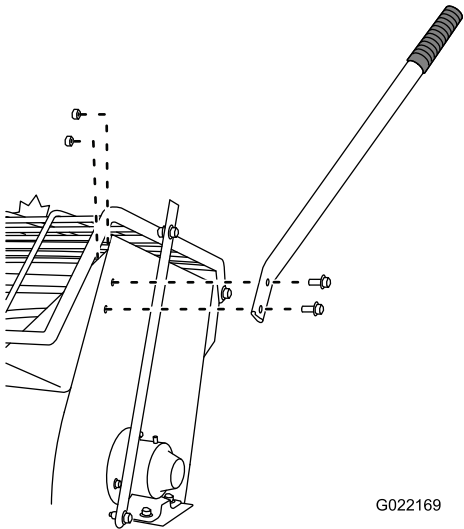
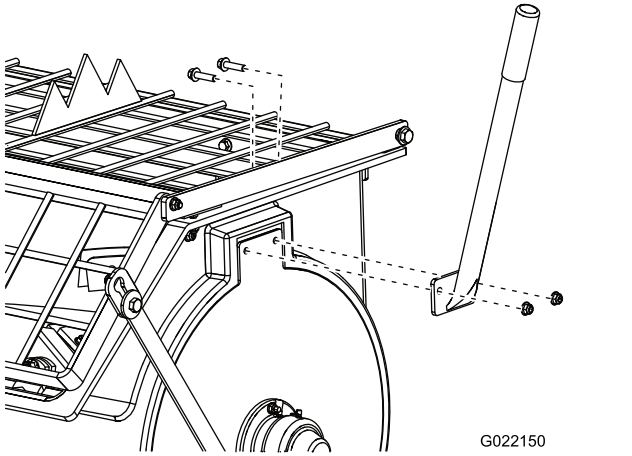
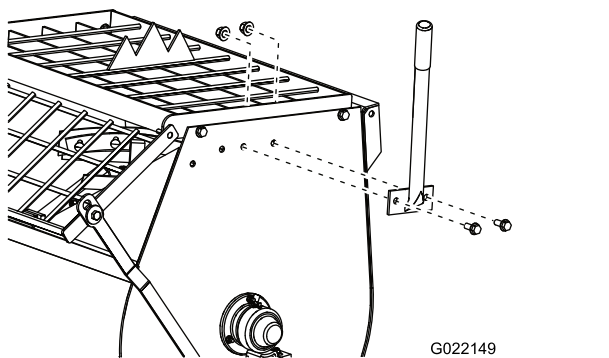

Figura 3
Figura 4
Figura 5
2. Instale la palanca de volteo en el lateral del tambor con 2 pernos y tuercas, como se muestra en la Figura 3, la Figura 4, o la Figura 5, dependiendo de su modelo.